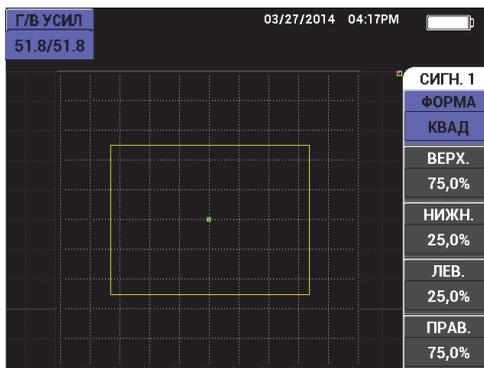

Рис. 5-4 Меню Сигнализация
2. Нажмите функциональную клавишу А, чтобы выделить параметр **ФОРМА**, с помощью ручки регулировки установите желаемый тип сигнализации: **КВАД**, **РАЗВ.**, **СЕКТОР** или **ПОЛЯР**. (см. Рис. 5-4 на стр. 121).